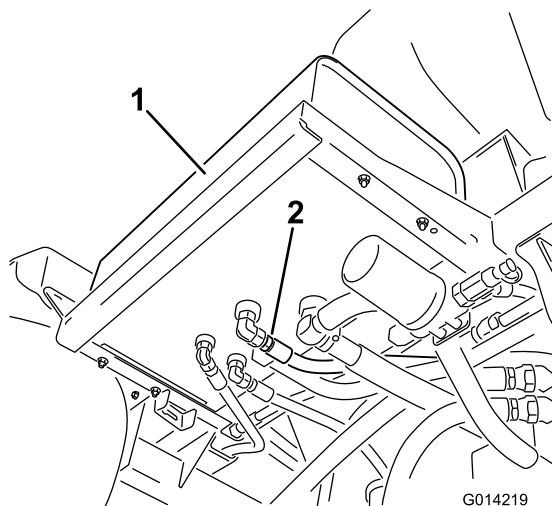

Bild 108
2. Reinigen Sie den Bereich um ein Hydraulikschlauch-Anschlussstück unten am Hydraulikölbehälter (**Bild 108**).
4. Nehmen Sie das Schlauch-Anschlussstück vom Behälter ab und lassen das Öl in die Wanne laufen (**Bild 108**).